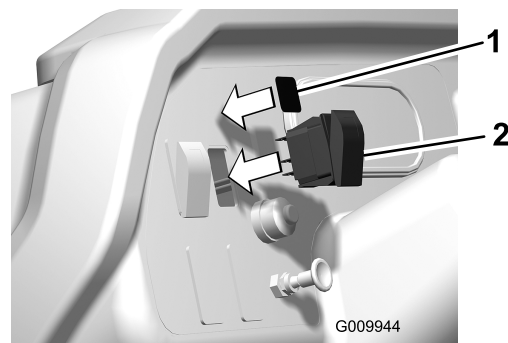

Figura 21
4. Localize a cablagem, com o conector do circuito, sob o painel de instrumentos (Figura 21).